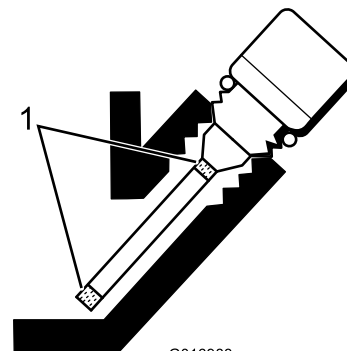

Bild 24
5. Füllen Sie bei niedrigem Ölstand so viel Öl ein, dass der Stand zwischen den Markierungen an der Anzeige liegt (Bild 24). **Füllen Sie nicht zu viel ein.**